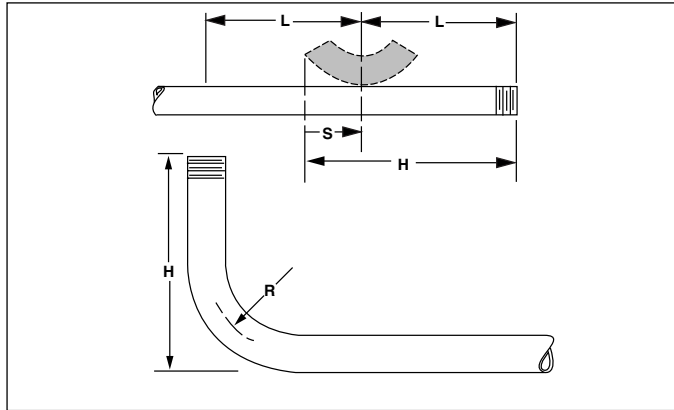

Figura 5
1. Marcare la dimensione (H) desiderata sul tratto diritto del tubo (vedere la figura 5).
2. Trovare la dimensione del tubo che state piegando nella Tabella 1 ed ottenere l'arretramento (S).
3. Misurare la dimensione posteriore (sottrarre (S) e marcare il tubo).